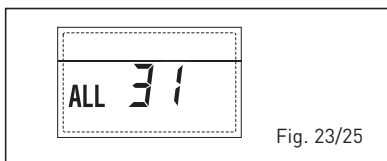

Fig. 23/25
- **ANOMALÍA CONFIGURACIÓN INSTALA-CIÓN TRES ZONAS "ALL 32" (fig. 23/26)**